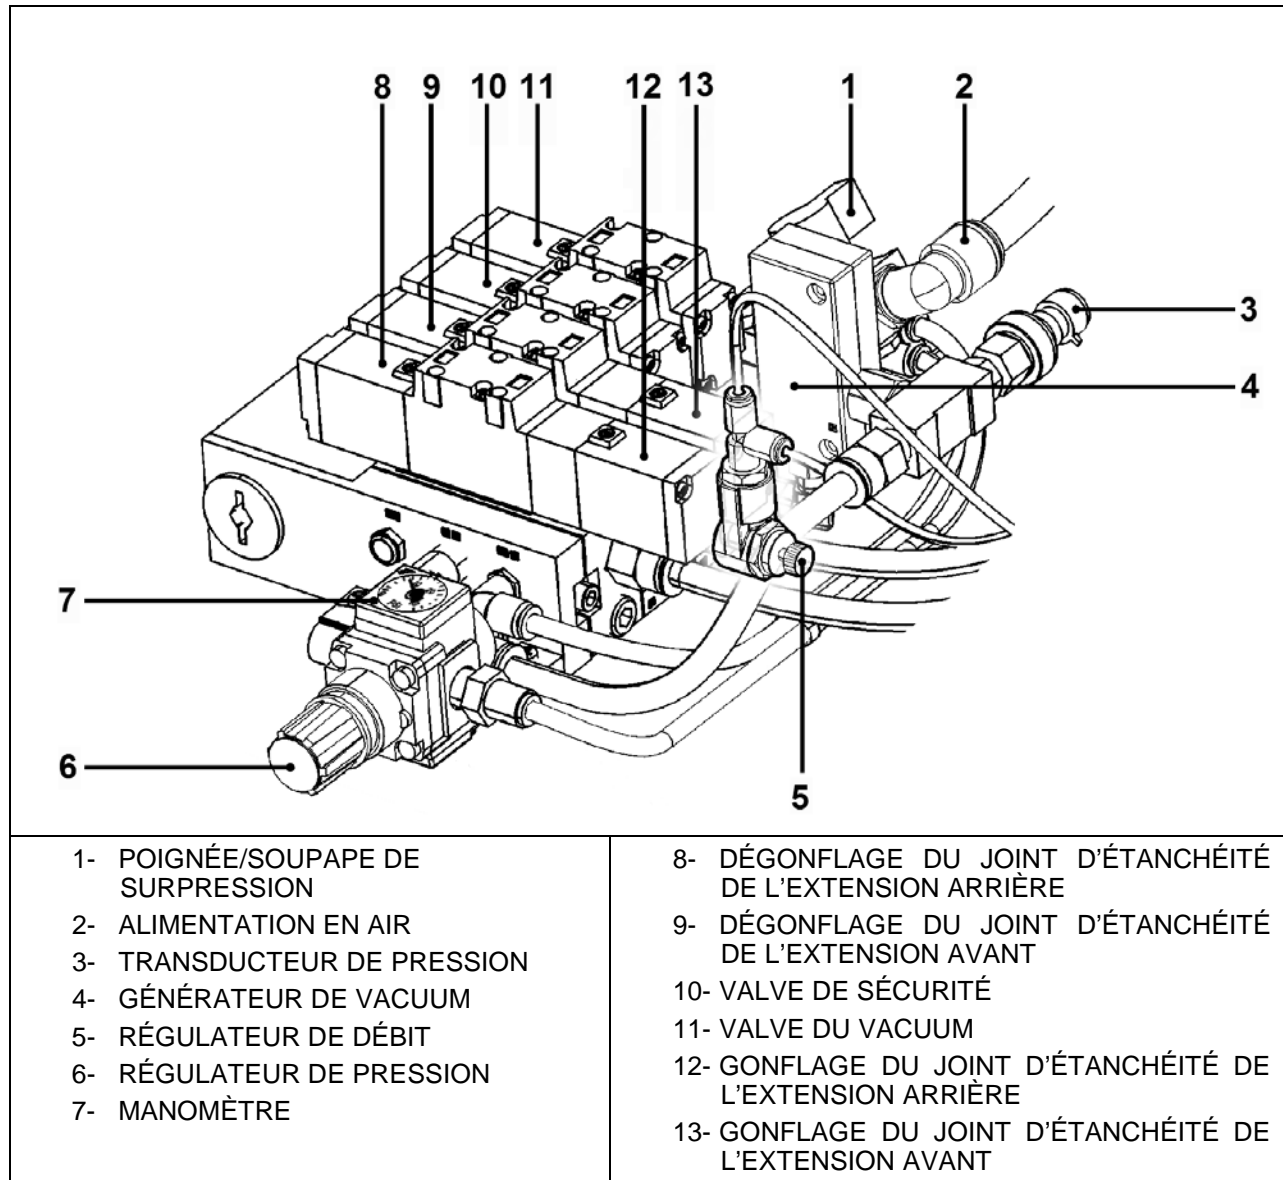

FIGURE 48: PANNEAU DES COMPOSANTS PNEUMATIQUES
La conduite d'alimentation du panneau des composants pneumatiques (item 2, Figure 48) est connectée à la soupape d'admission de pression d'air sur le panneau pneumatique dans le compartiment de service avant.